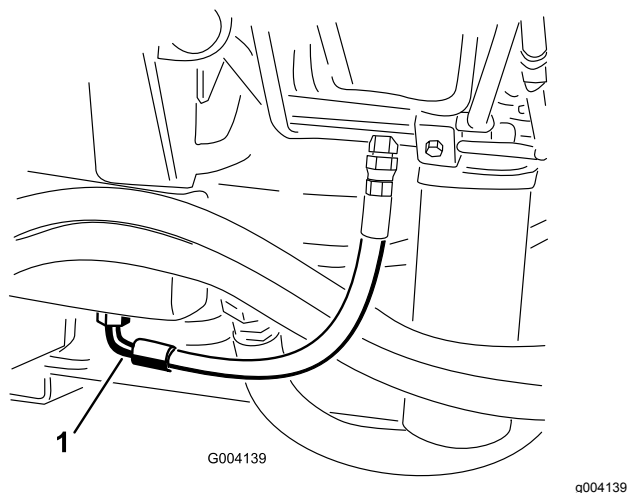

Figura 102
3. Collocate una bacinella di grandi dimensioni sotto il raccordo previsto sulla base del serbatoio del fluido idraulico (Figura 102).